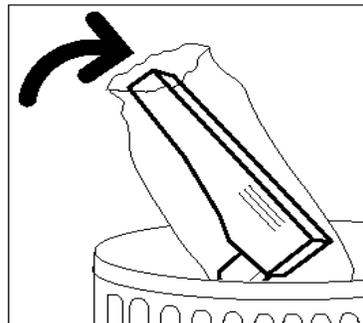

Figura 37: Cómo desechar el cartucho usado
- 7 Introduzca el cartucho vacío en una bolsa de plástico, tal y como ilustra la Figura 37, y deséchelo de acuerdo a las normativas locales.